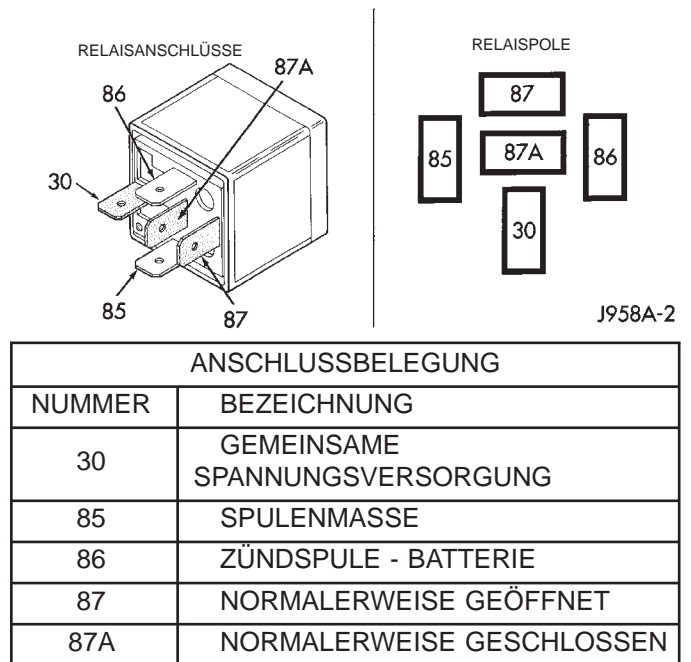

Abb. 11 Typ-1-Relais
(13) Bei Ausstattung mit einem **Typ-1-Relais** (Abb. 11) sind die Prüfschnüre vom Niederstrom-Kurzschlußbrückenadapter an den Polen 30 und 87 im Steckplatz des Relais in der PDC anzuschließen. Zur genauen Lage dieser Pole im Steckplatz des Relais in der PDC siehe die an der Unterseite des Relais eingepprägten Zahlen (Abb. 11).